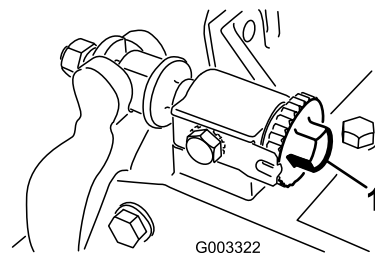

Figura 10
2. Rotii uruburile de reglare pentru bara de cadru în sens invers acelor de ceasornic pentru a asigura faptul că bara nu intră în contact cu cilindrul (Figura 10).